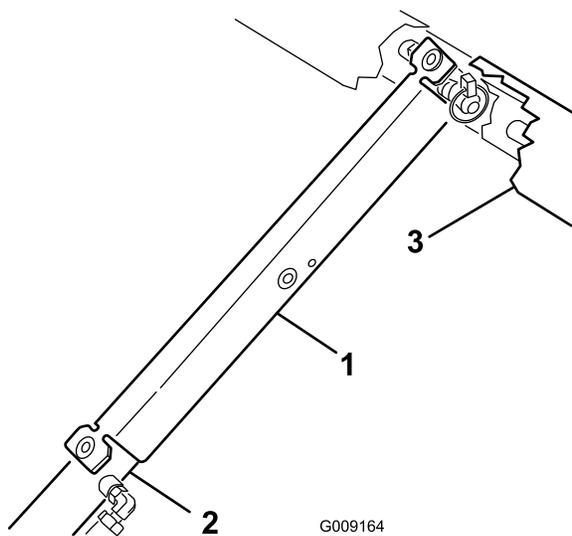

図 22
3. サポートをシリンダロッドにはめ込んで、安全サポートの端部でシリンダバレルの端とシリンダロッドの端を確実に支える **図 22**。